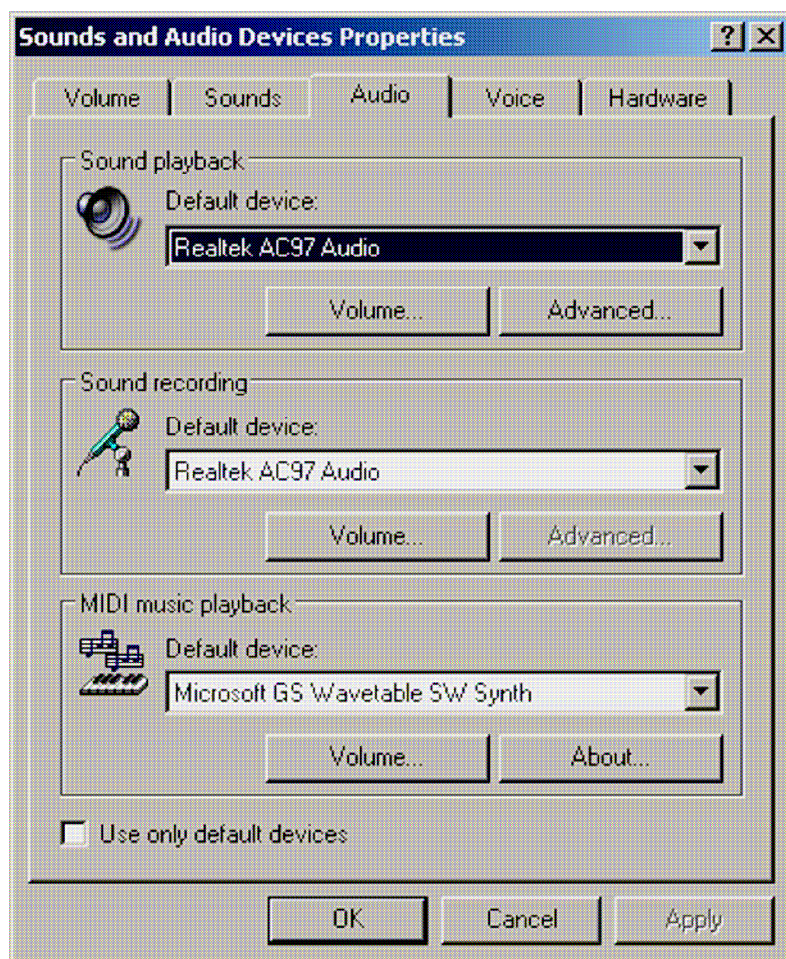

Figure 1 - Sons et périphériques audio
- Double-cliquez sur l'icône " Sons et périphériques audio ", Une fenêtre "Sons et périphériques audio " s'ouvre. Cette fenêtre ressemblera à celle illustrée ci-dessous dans la figure 1 .